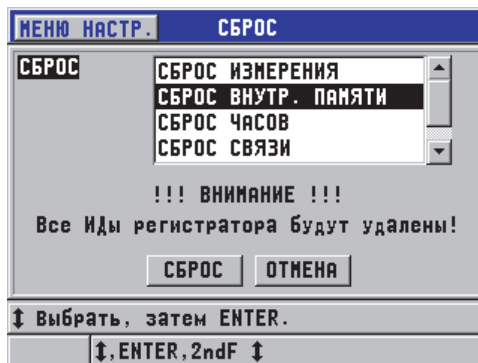

Рис. 6-33 Предупреждающее сообщение при сбросе данных измерения
2. В окне **СБРОС** (см. Рис. 6-33 на стр. 130):